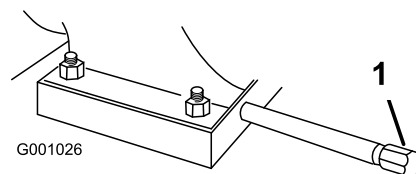

Figure 40
2. Nettoyez la surface autour du bouchon de vidange d'huile (Figure 40).